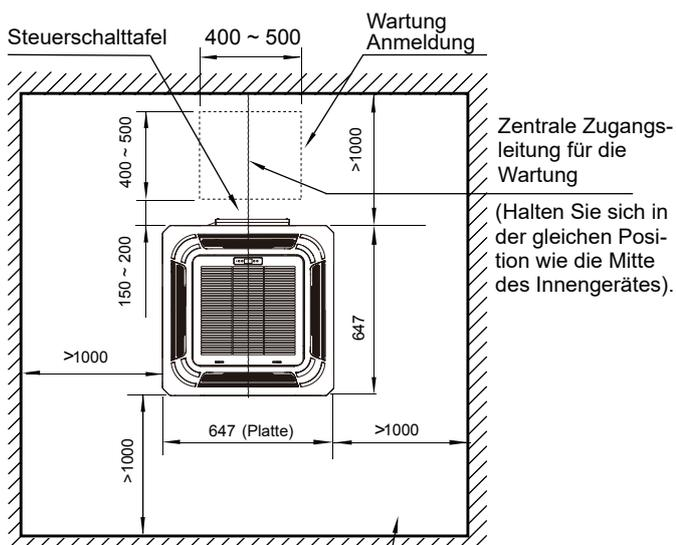
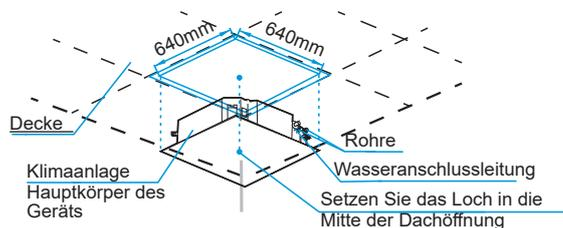

Abbildung 2.1
Abbildung 3.5
- Bohren Sie 640 mm x 640 mm Vierkantlöcher in die Decke gemäß dem Layout der Montageschablone (Zubehör 2). Siehe Abb. 3.5 Siehe Abbildung 2.1 für den Wartungszugang.